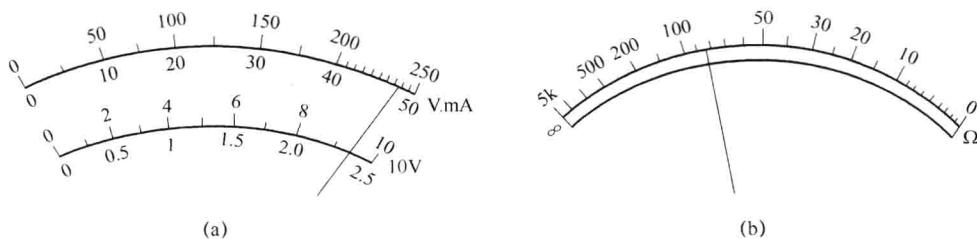

图 1-6 电压电流挡刻度线与欧姆挡刻度线
(1) 选择合适的倍率挡。万用表欧姆挡的刻度线是不均匀的，如图 1-6 所示，所以倍率挡的选择以使指针停留在刻度线较稀的部分为宜，且指针越接近刻度尺的中间，读数越准确。一般情况下，应使指针指在刻度尺的 $1/3 \sim 2/3$ 间为宜。面板上 $\times 1$ 、 $\times 10$ 、 $\times 100$ 、 $\times 1k$ 、 $\times 10k$ 的符号表示倍率数，所测电阻的电阻值 = 表头的读数 \times 倍率数。
(2) 欧姆调零。测量电阻之前，应将表笔测试棒短接，同时转“调零旋钮”，使指针刚好指在欧姆刻度线右边的零位。如果指针不能调到零位，说明电